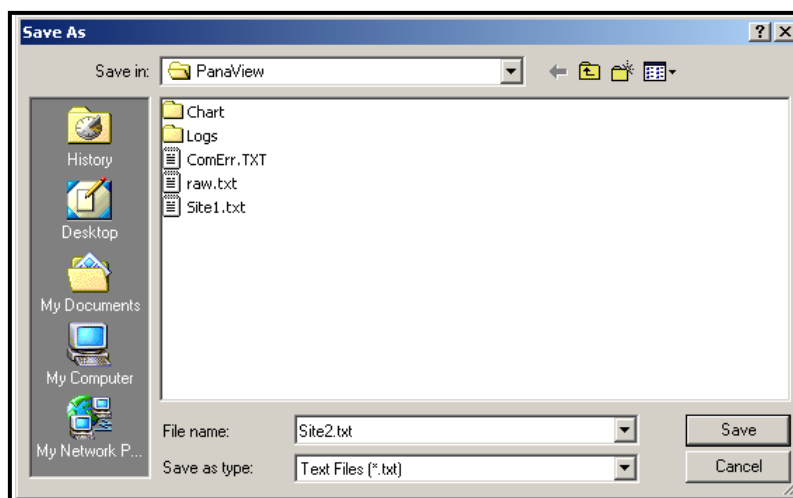

Figura 30: Ventana Guardar como
Para *guardar* la señal sin procesar, haga clic en *Guardar*. Se abre una ventana similar a Figura 30. Ingrese el nombre deseado y haga clic en *Save (Guardar)* para guardar la señal como un archivo de texto.
2. Haga clic en *Save Site to PC (Guardar sitio en la PC)*. Se abre una ventana similar a Figura 30 en la página 90.